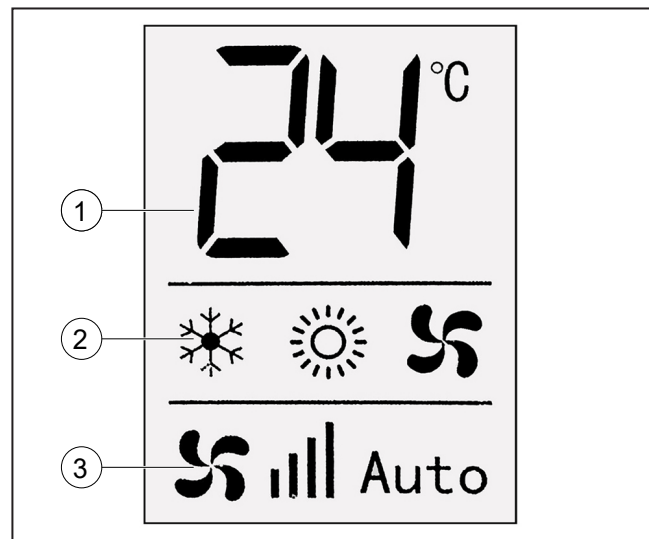

Fig. 15
När klimatanläggningen matas från elnätet men är avstängd visar displayen enbart omgivningstemperaturen i det första fältet ("Fig. 15" ref. 1).
När klimatanläggningen är påslagen visas symbolerna som beskriver funktionssättet i mittenfältet ("Fig. 15" ref. 2):
I det tredje fältet ("Fig. 15" ref. 3) visas fläktens funktionssätt.
De två siffrorna i det första fältet ("Fig. 15" ref. 1) visar vanligtvis den av klimatanläggningen uppmätta omgivningstemperaturen inuti husbilen.